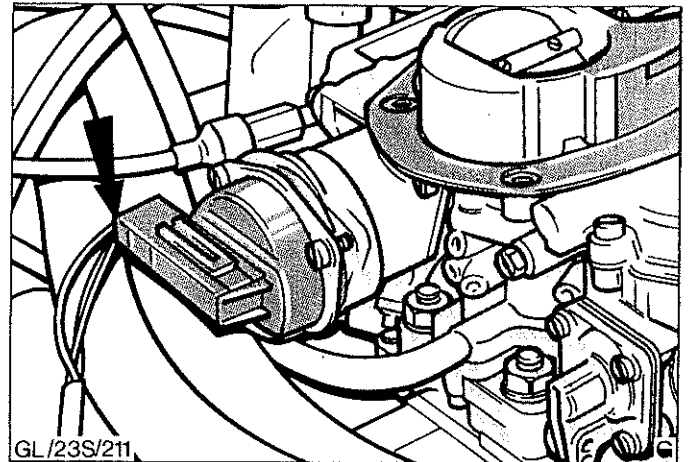

Abb.7 Kabelanschluß - elektrische Startautomatik
5. Kabelstrang vom Gehäuse der Startautomatik abklemmen, Abb.7.